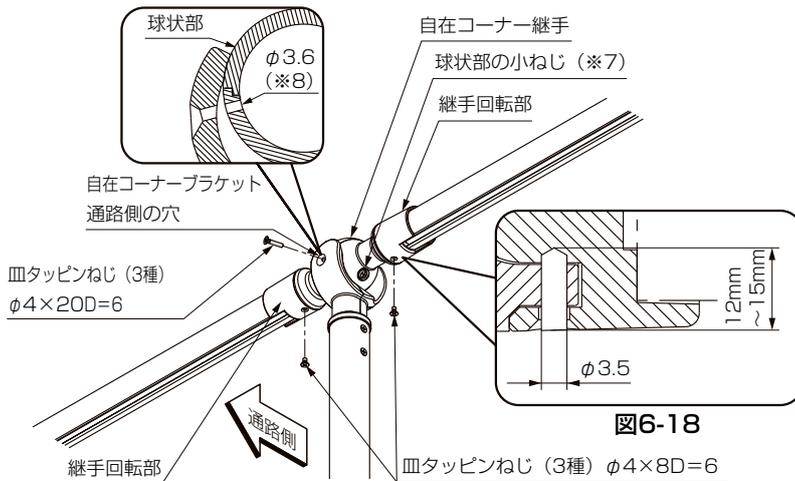

図6-17
- ③下穴にねじ止めして継手回転部を固定してください。(図6-17参照)
- ④自在コーナーブラケットの通路側の穴をガイドにして、φ3.6の穴(※8)をあけてください。
- ⑤②の穴(※8)にねじ止めして球状部を固定してください。(図6-17参照)